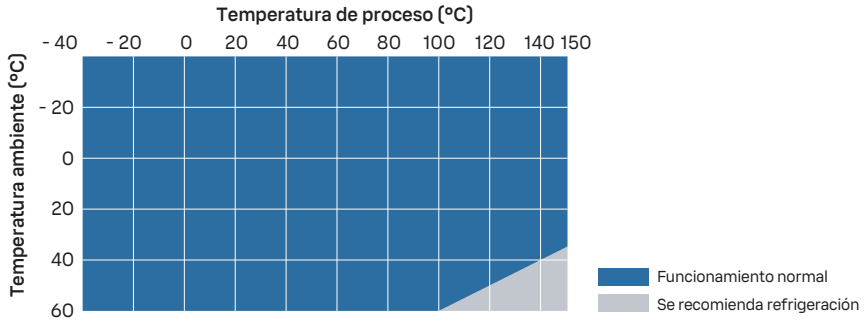

Figura 14 Temperatura de proceso y enfriamiento recomendado
- Use enfriamiento adicional de acuerdo con Figura 14 \(página 78\). Tenga en cuenta que los valores de la figura son indicativos. El enfriamiento requerido depende de la ubicación y del entorno de instalación.